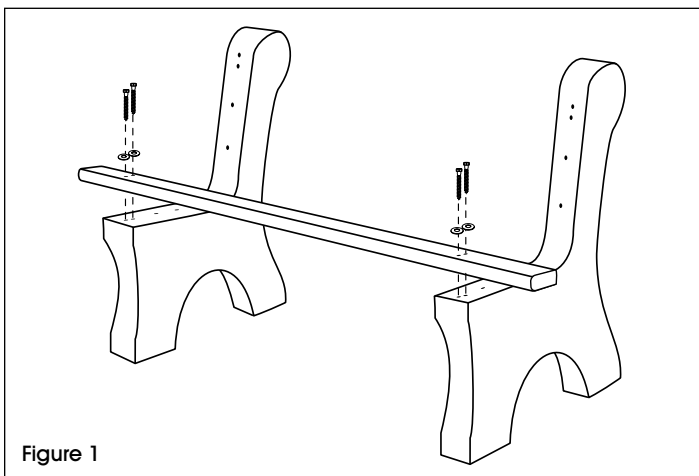

Figure 1
3. Alignez une des planchettes à bords arrondis sur les deux trous prépercés au devant de la partie siège des bases de banc. Fixez-la lâchement aux bases de banc à l'aide des vis tire-fonds de 3 ½ po, des rondelles, de la perceuse et de la douille tournevis de 7/16 po (Serrez les vis plus tard à l'étape 7). (Voir Figure 1)